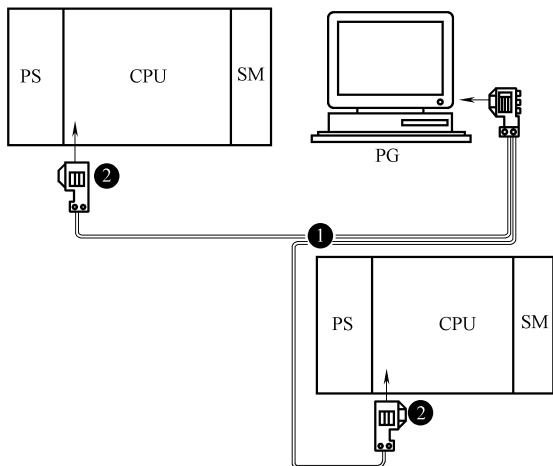

图 3-23 PG 作为站点连接到 PLC 系统
1) 将 PG 作为 PLC 网络系统的站点连接到 PLC 网络中, 连接如图 3-23 所示。